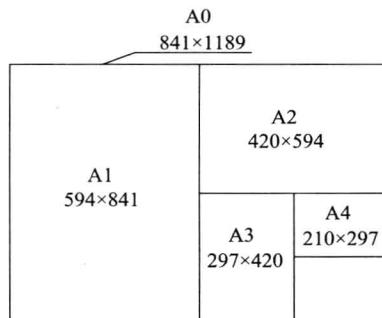

图 1-32 基本幅面的尺寸关系
① 应优先采用表 1-1 中规定的图纸基本幅面（表中符号  $B$ 、 $L$ 、 $e$ 、 $c$ 、 $a$  如图 1-33 和图 1-34 所示）。基本幅面共 5 种，其尺寸关系如图 1-32 所示。